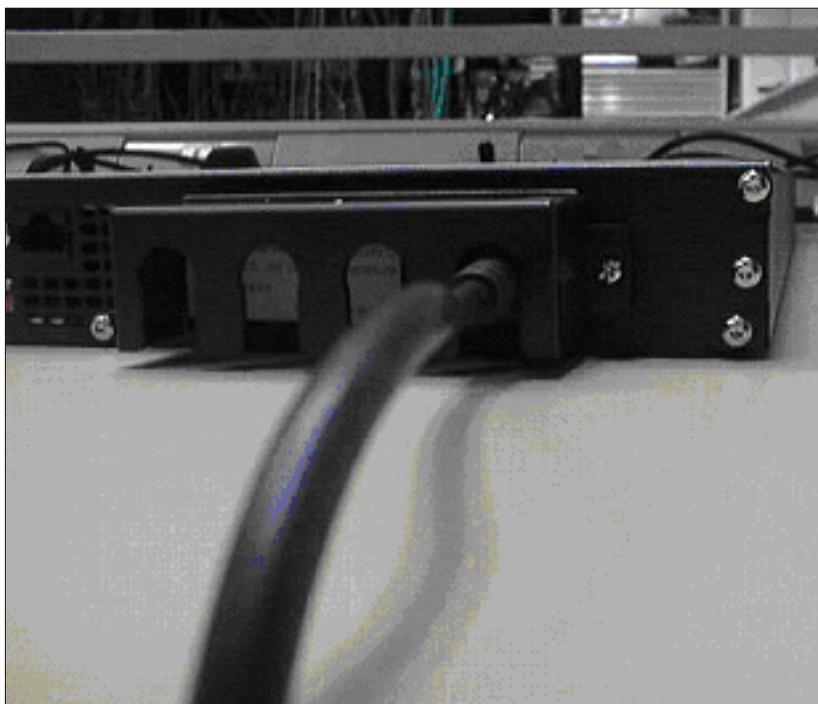

図 23. 2145 UPS-1U に接続される 2145 UPS-1U のケーブル保持ブラケット
4. ケーブル保持ブラケットの両端で 2 個のねじをねじ込みます。40 ページの図 23 を参照してください。